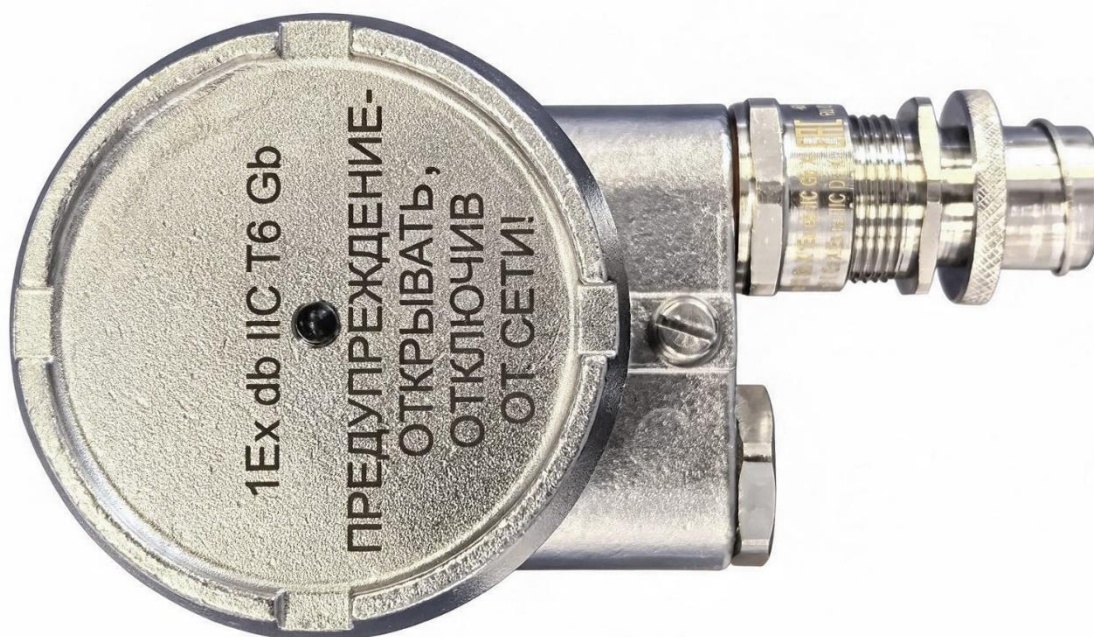

Рисунок 1 – Вид сигнализатора сверху
1.4.6 Сигнализаторы обеспечивают индикацию состояния чувствительного элемента (рисунок 1).